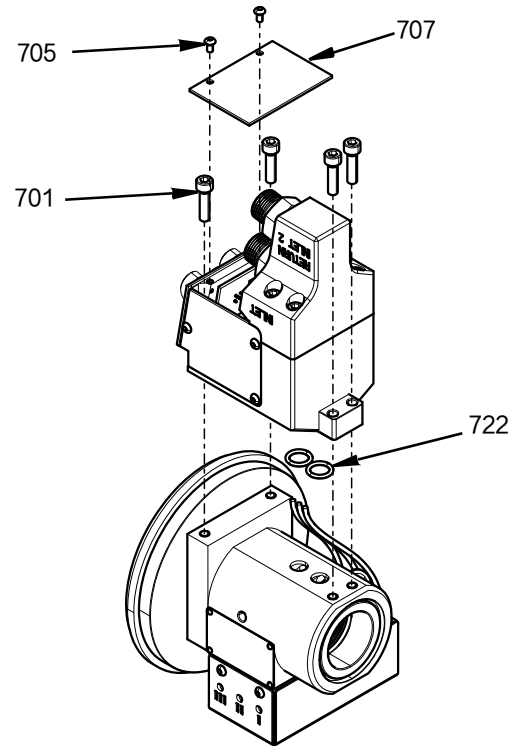

FIG. 18
- a. 通过卸下两个 M3 盖板螺丝 (705) 卸下顶盖 (707)。
- b. 然后可以卸下四个 M5 螺丝 (701)，以将连接外壳组件与旋转装置室组件分开。
现在可以接触传感器或插头。用重新组装前的新 O 形圈更换旧 O 形圈 (722)。参见FIG. 18。